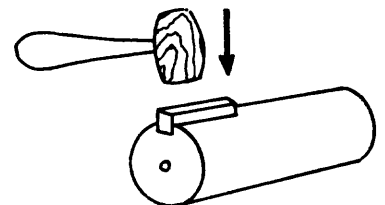

Fig.5
- c Haga girar el eje de modo que la ranura de la chaveta quede en la parte superior e introduzca ésta, golpeándola con un mazo de madera hasta llevarla a su posición normal (fig.5).